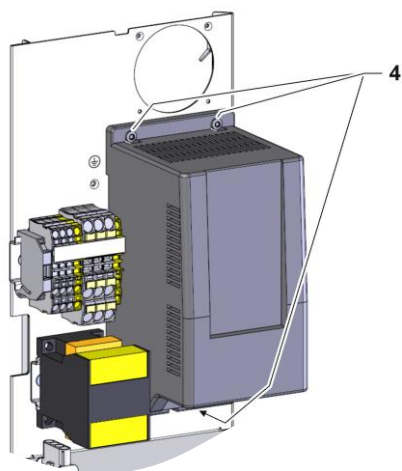

Fig. 4: Installation du convertisseur de fréquence
- Visser 3x les vis de fixation (marquage 4 → Fig. 4) du convertisseur de fréquence (U 1) sur la paroi arrière.